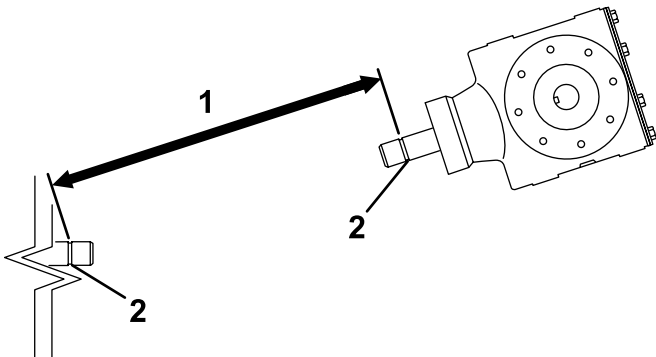
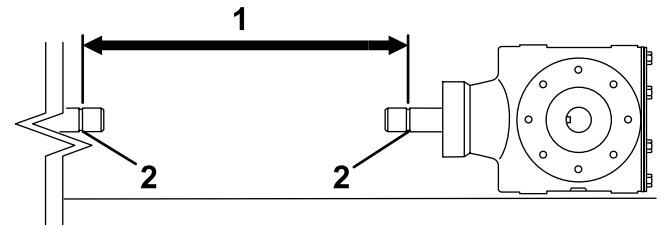
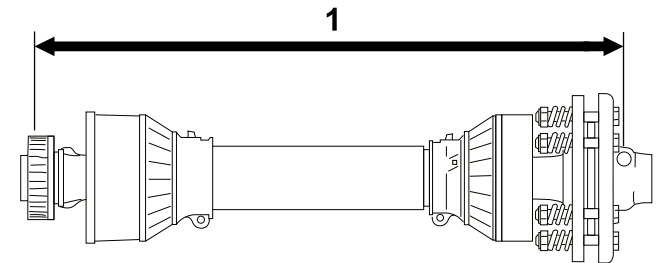

Figura 12
Figura 14
Figura 15
3. Misurate la distanza tra la scanalatura di bloccaggio sull'estremità dell'albero della presa di forza dell'unità motrice e la scanalatura di bloccaggio sull'albero della presa di forza della trasmissione dell'arieggiatore (Figura 12). Annotate questa distanza. Esempio: 67 cm.
5. Misurate la distanza tra la scanalatura di bloccaggio sull'estremità dell'albero della presa di forza dell'unità motrice e la scanalatura di bloccaggio sull'albero della presa di forza della trasmissione dell'arieggiatore (Figura 14). Annotate questa distanza. Esempio: 70 cm.
6. Sull'albero della presa di forza misurate la distanza tra il centro della sfera del perno di bloccaggio su un lato, e il centro del perno di bloccaggio sull'altro lato (Figura 15). Annotate questa distanza. Esempio: 81 cm.
7. Scegliete la minore delle due misure indicate nella Figura 14 e nella Figura 12 e sottraetela dalla distanza indicata nella Figura 15. Esempio: 81 cm meno 67 cm uguale 14 cm.